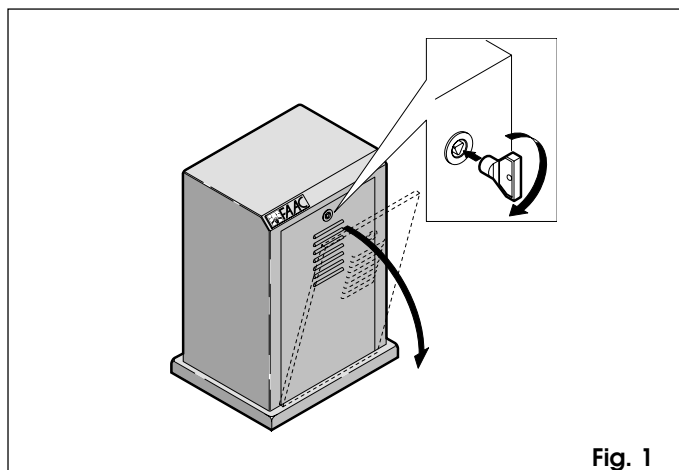

Fig. 1
- El sistema de desbloqueo está dotado de un microinterruptor de seguridad que impide el accionamiento del automatismo a causa de algún impulso involuntario (fig. 1 ref. 8).
- Abrir la portezuela del cárter de protección mediante la llave triangular que se suministra de serie (ver la fig. 1).